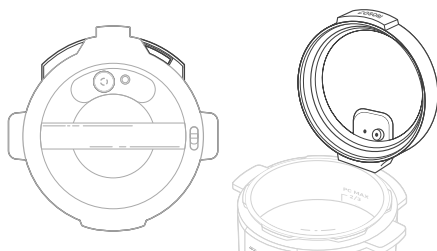

Figura 1.5
- Para mayor comodidad, la tapa puede colocarse en el soporte situado en la parte posterior de la base de la olla a presión. [Figura 1.5]